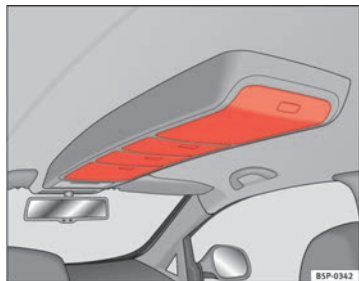

Fig. 106 Portaobjetos en el techo
- Para abrir estos compartimentos, presione sobre el pulsador de la tapa ⇒ **fig. 106**. La tapa se abre automáticamente.